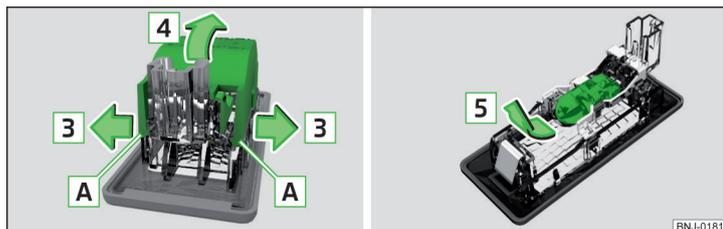

Fig. 217 Retirar la caperuza / Cambiar la bombilla
- Aflojar la caperuza de la luz en el área [A] así como en el sentido de la flecha [3] » fig. 217.